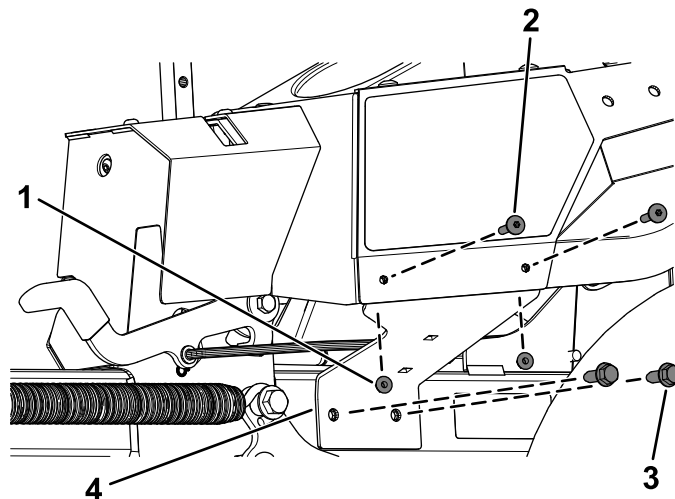

Figura 8
- B. Prenda o suporte de apoio do módulo esquerdo utilizando os dois parafusos autorroscantes ($\frac{3}{8}$ x 1 pol.) e os dois parafusos de cabeça torx previamente removidos ($\frac{1}{4}$ x 1-5/16 pol.) e duas porcas de bloqueio ($\frac{1}{4}$ pol.) como se mostra na Figura 8.